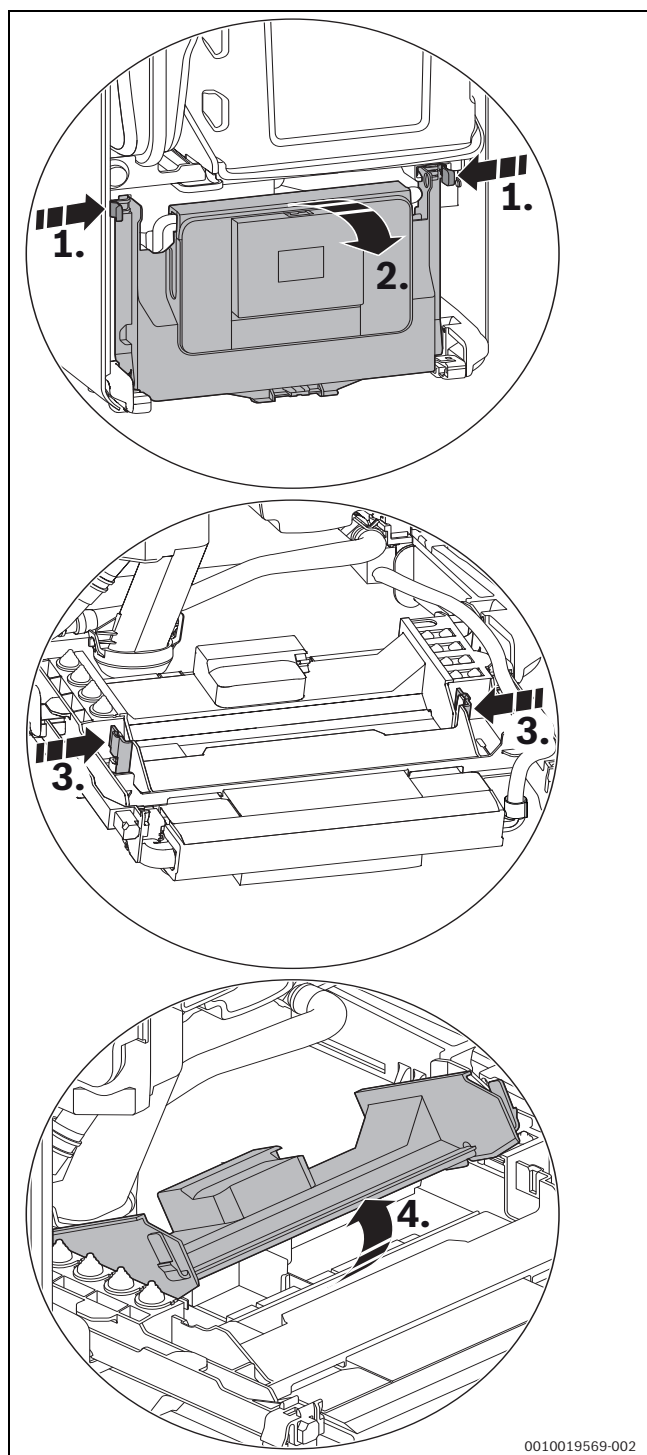

Fig. 28 Abrir el aparato de control
- ▶ Plegar el frontal de mandos hacia abajo (→ fig. 28).